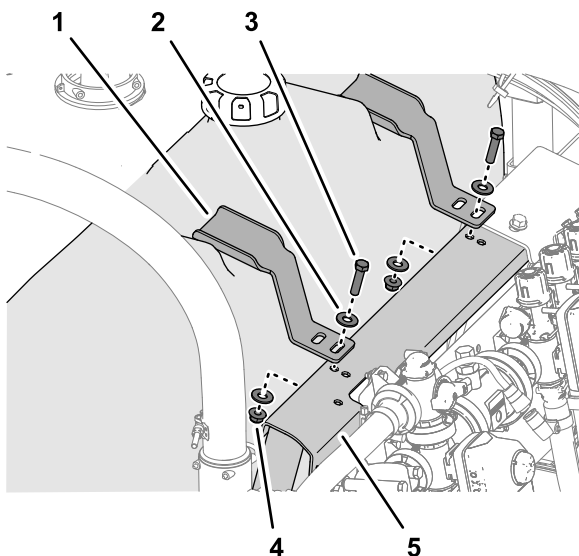

Figura 16
1. Alinai suportul de fixare cu dispozitivele de detensionare turnate din partea de sus a rezervorului de clătire (Figura 16)
2. Aliniază fanta din suportul de fixare cu orificiul din suportul supapei (Figura 16).
3. Montai fără strângere elementul de fixare la suportul supapei (Figura 16) cu un urub ($\frac{3}{8}$ x 1 $\frac{1}{2}$ "), 2 aibe ($\frac{3}{8}$ ") și o contrapiuliă cu guler ($\frac{3}{8}$ ") pe care ai demontat-o la pasul Demontarea rezervorului de clătire (Pagină 6).
4. Repetă pașii de la 1 la 3 pentru celălalt dispozitiv de fixare de la cealaltă nișă din rezervorul de clătire (Figura 16).